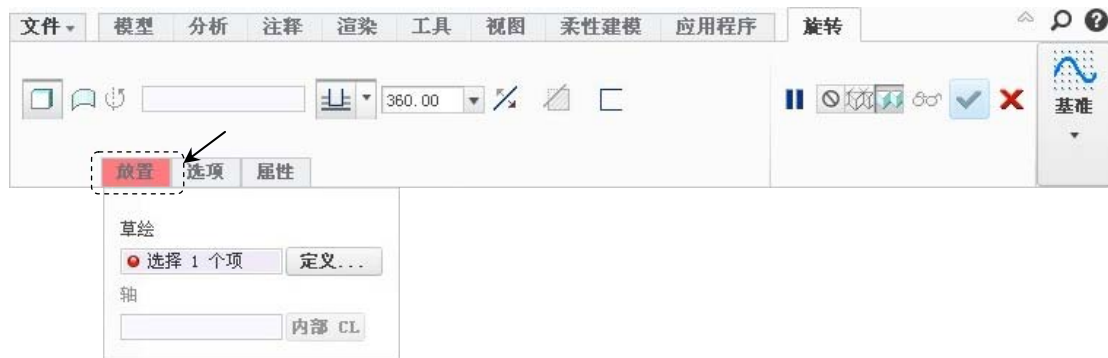

图 5.11.2 旋转特征操控板
Step1. 选取特征命令。单击 **模型** 功能选项卡 **形状** 区域中的 **旋转** 按钮，系统弹出图 5.11.2 所示的操控板。
(1) 在操控板中单击 **放置** 按钮，然后在弹出的界面中单击 **定义...** 按钮，系统弹出“草绘”对话框。
说明：如图 5.11.2 所示，单击操控板中的按钮后的按钮，可以选取特征的旋转角度类型，各选项说明如下。